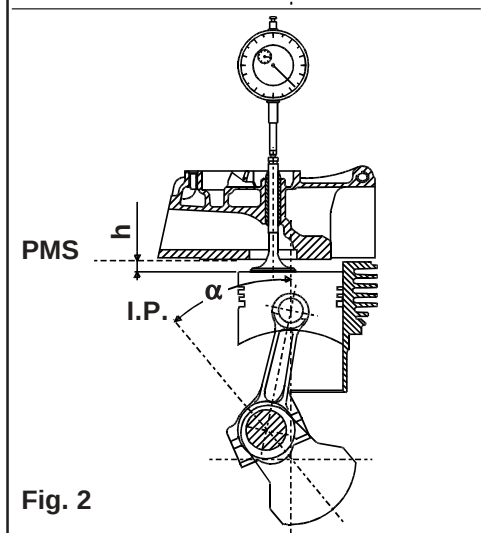

Fig. 2
6. Ruotare lentamente ed in senso antiorario l'albero motore, verificando sul comparatore che il pistone si abbassi rispetto al PMS (quota "h" - fig. 2) di circa 5 mm.
7. Ruotare lentamente ed in senso orario l'albero motore, verificando sul comparatore che il pistone risalga verso il PMS (quota "h" - fig. 2) ai valori riportati nella seguente tabella:
12. Ruotare l'albero motore, verificando sul comparatore che il pistone si abbassi rispetto al PMS (quota "h" - fig. 2) di circa 10 mm.